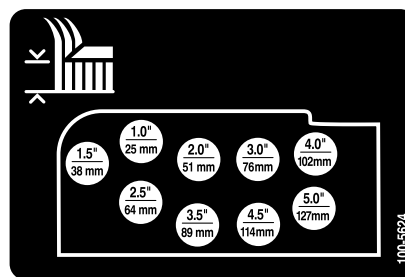

Рисунок 17
- Закрепите цепи для изменения высоты скашивания в требуемом отверстии с помощью шплинтуемого штифта и игольчатого шплинта (Рисунок 17).